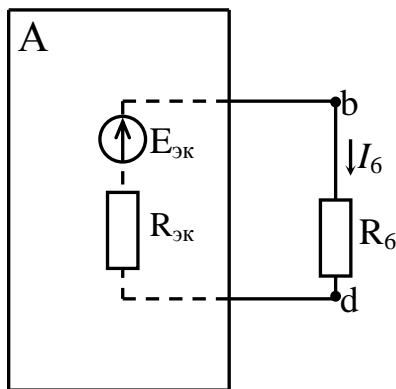
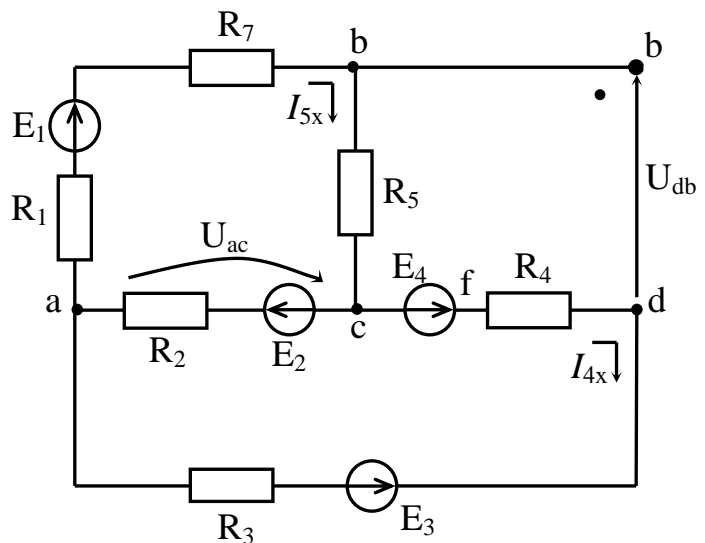
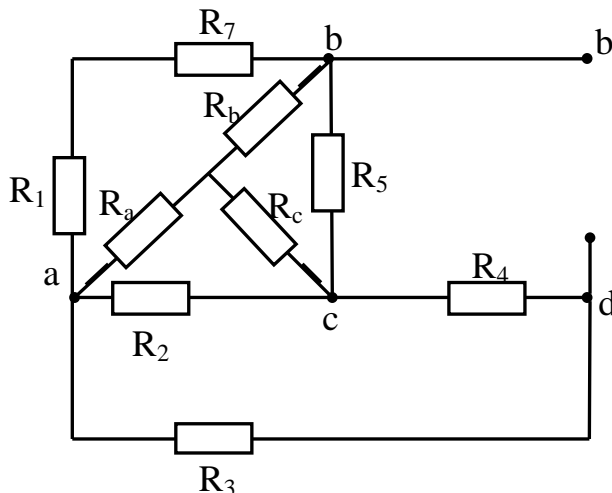

Рис. 3.3.
Рис. 3.4. Схема для определения $E_{эк}$
Рис. 3.5. Схема для определения $R_{\text{эк}}$
3.2.3. Определим ток в ветви bd (ток I_6) методом эквивалентного генератора. Для этого исходную схему на рис. 3.2 сводим к схеме, представленной на рис. 3.3, где в качестве активного двухполюсника A рассматривается исходная схема в режиме холостого хода, т.е. без ветви bd (рис. 3.4).
Из схемы на рис. 3.3 ток I_6 можно определить по закону Ома для замкнутой цепи:
ЭДС эквивалентного генератора $E_{\text{эк}}$ найдем как U_{db} на схеме на рис. 3.4, т.е. в режиме холостого хода исходной схемы на рис. 3.2. Для этого найдем токи I_{4x} , I_{5x} методом двух узлов для схемы на рис. 3.4:
Внутреннее сопротивление эквивалентного генератора $R_{\text{эк}}$ находим как внутреннее сопротивление схемы на рис. 3.4. Для этого преобразуем треугольник сопротивлений $R_1R_2R_5R_7$ в звезду сопротивлений $R_aR_bR_c$, как это показано на рис. 3.5, после чего найдем $R_{\text{эк}}$: